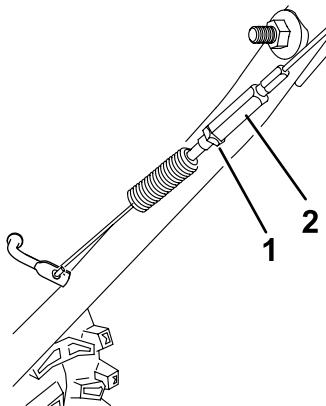

Bild 27
5. Lösen Sie die Klemmmutter (**Bild 27**).
6. Lösen oder ziehen Sie die Spannschraube an, um die Kabelspannung einzustellen (**Bild 27**).